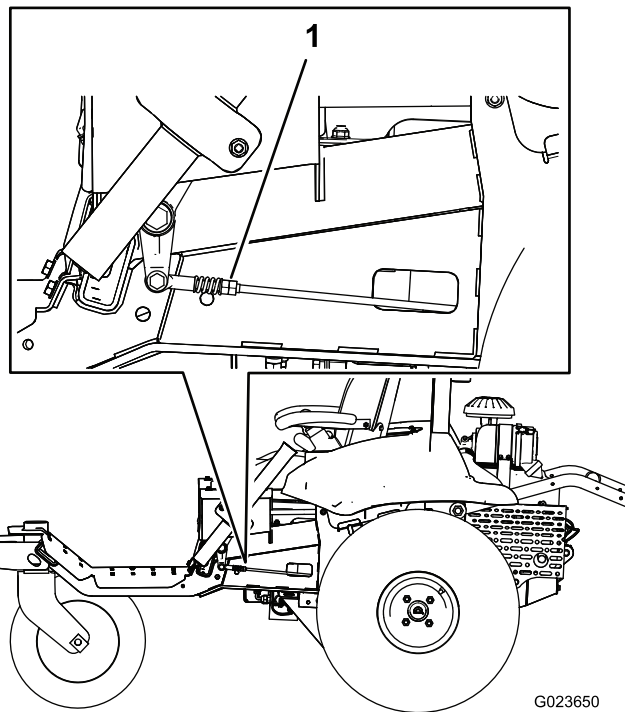

図 62
- 機体の左右どちらかの側の、リンクについているダブルナットをゆっくりと回転させる **図 62**。その側の車輪が回転を始めたなら、こんどは車輪が逆方向に回転を始めるまでダブルナットを反対方向にゆっくりと回す。